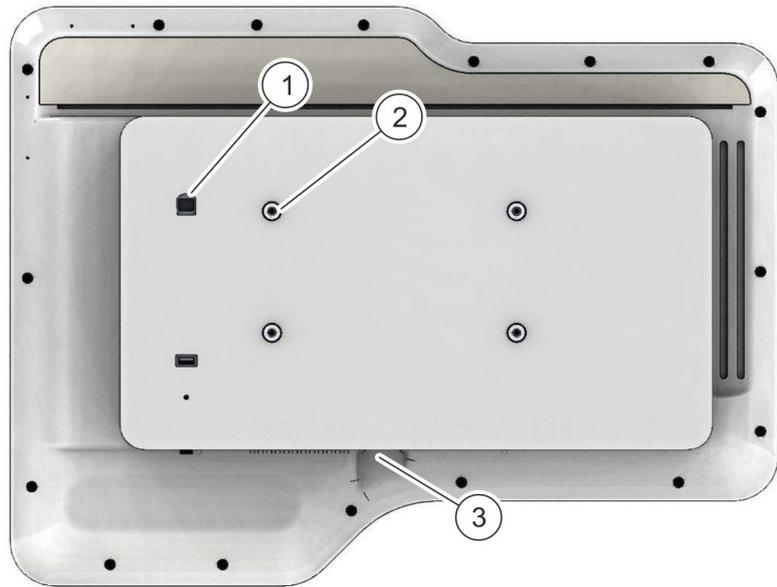

Abb. 3: VESA-Adapter am Terminal befestigen
1. Terminal am VESA-Adapter an den vier Befestigungsgewinden (Abb. 3/2) auf der Terminalrückseite mit den vier Schrauben (M5x20) anschrauben. Je Schraube eine Unterscheibe verwenden.
Ethernet-Kabel (Netzwerkkabel) in den Ethernet-Anschluss (Abb. 3/1) auf der Rückseite des Terminals stecken.
6. ➔ Netzanschlussleitung in den Stromanschluss auf der Unterseite des Terminals (Abb. 3/3) stecken.